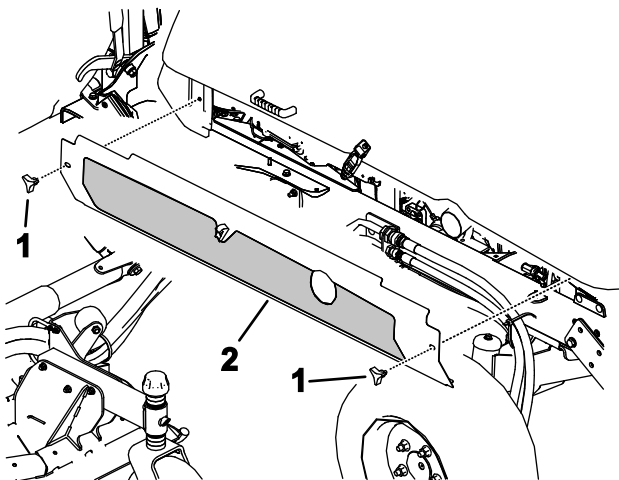

Bild 111
4. Lösen Sie die Handräder und entfernen beide Seitenabdeckungen (Bild 111).
5. Montieren Sie die seitlichen Abdeckungen (Bild 111).